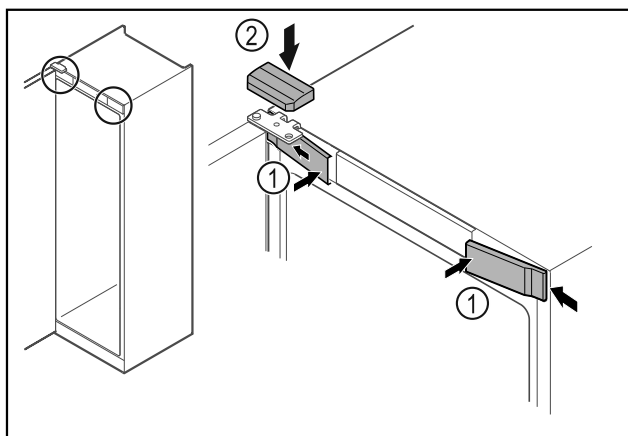

Fig. 27
- Przednie osłonki Fig. 27 (1) założyć z boku i zaczepić.
- Górną osłonkę Fig. 27 (2) zaczepić od góry.